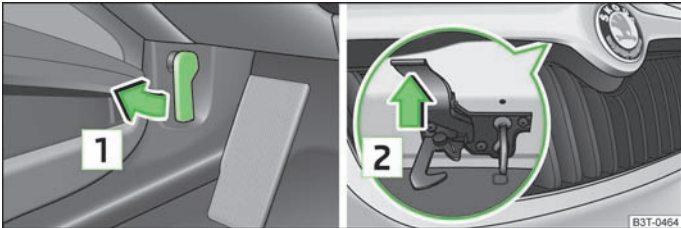

Abb. 159 Entriegelungshebel für Motorraumklappe / Kühlergrill: Entriegelungshebel
- Am Entriegelungshebel unterhalb der Schalttafel **[1]** ziehen » Abb. 159.
- Den Entriegelungshebel in Pfeilrichtung **[2]** drücken » Abb. 159, die Motorraumklappe wird entriegelt.